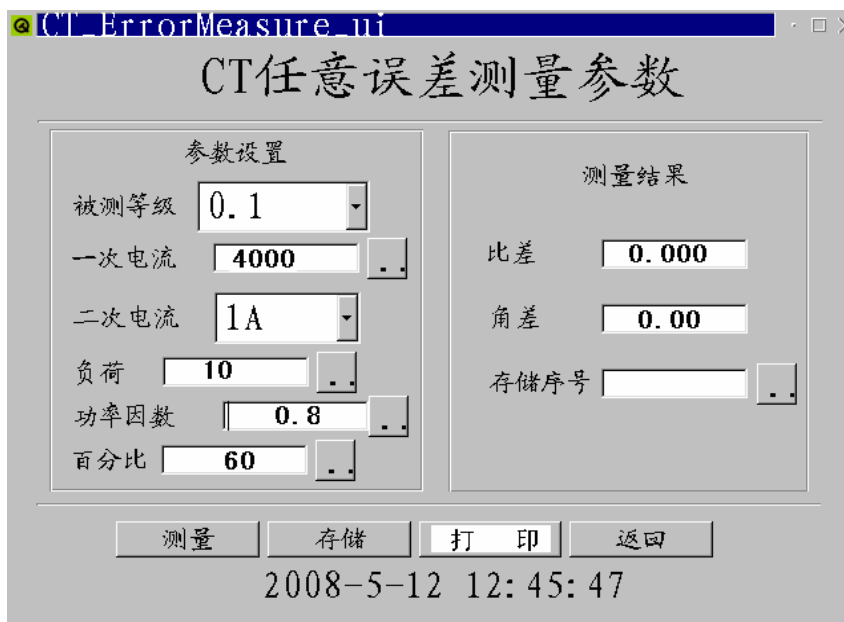

图 9
- 5、点击触摸屏的【CT 任意误差测量】处，进入图 9《CT 任意误差测量参数》页面。